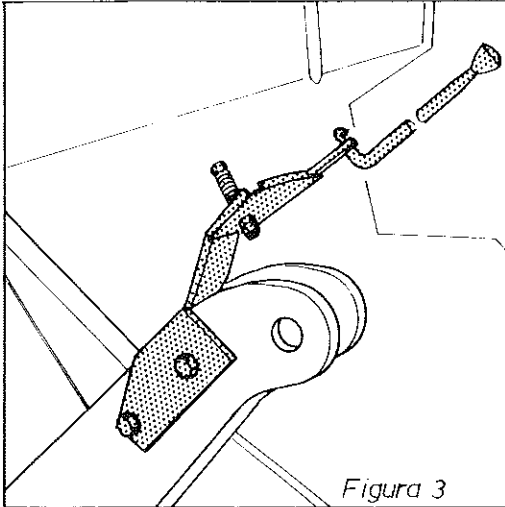

Figura 3
Con la propia boquilla se empuja la palanca A en el sentido de la flecha encajándola a tope en la muesca C. Al soltarla la boquilla quedará prisionera entre A, B y C (Figura 3)
Se coloca como indica la figura 3. El acclonamiento de los brazos es muy suave si están bien equilibrados. En la ejecución mecánica **no se montan los muelles de presión** de cada brazo (B) que aparecen en el grabado, ya que dificultarían la suavidad mencionada.